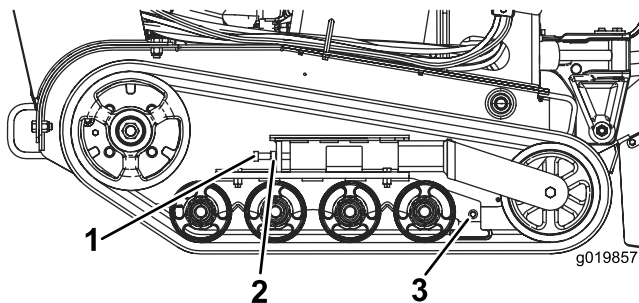

Figura 46
3. Afloje la contratuerca del perno tensor de la oruga (Figura 46).
4. Apriete el perno tensor a 32,5–40,7 Nm para tensar la oruga (Figura 46).
4. Afloje el perno tensor y la contratuerca (Figura 46).